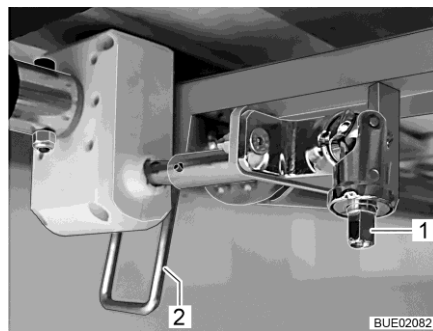

Fig. 150 Regolazione in altezza
- Fissare la manovella sul perno (Fig. 150,1).
- Ruotare verso il basso la leva (Fig. 150,2) in posizione verticale.
- Ruotare verso l'alto la leva (Fig. 150,2) in posizione orizzontale.